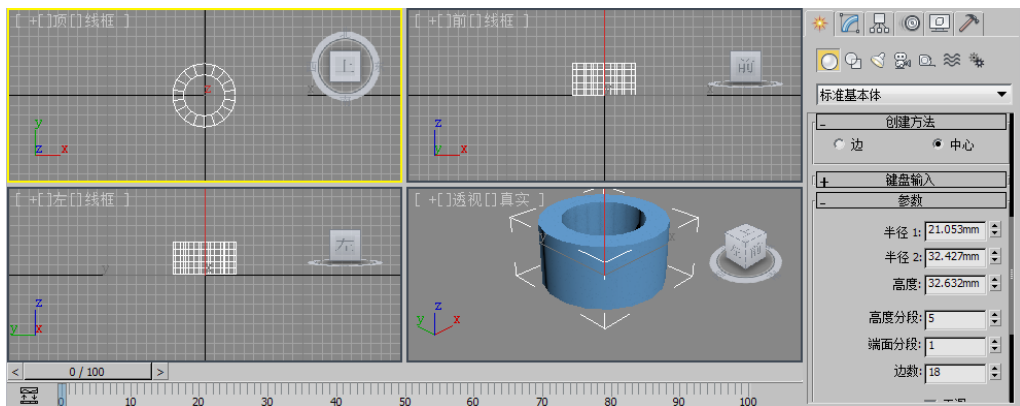

图3-21
- 03 单击鼠标左键，完成管状体的创建，其创建效果与参数面板如图3-21所示。